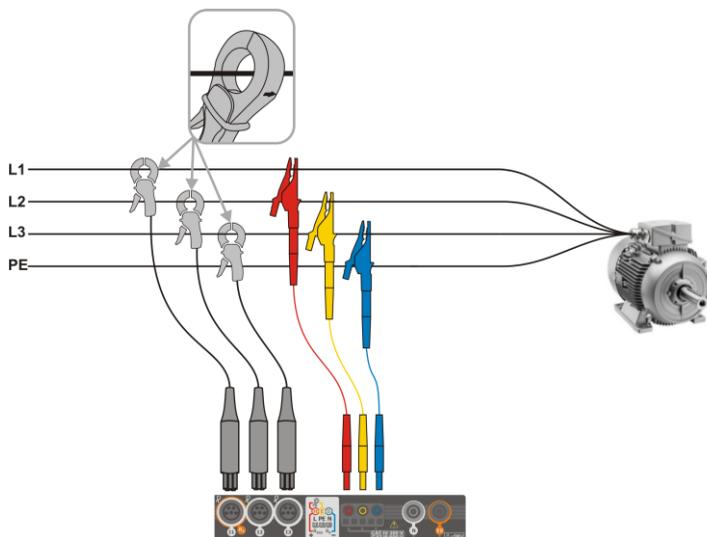
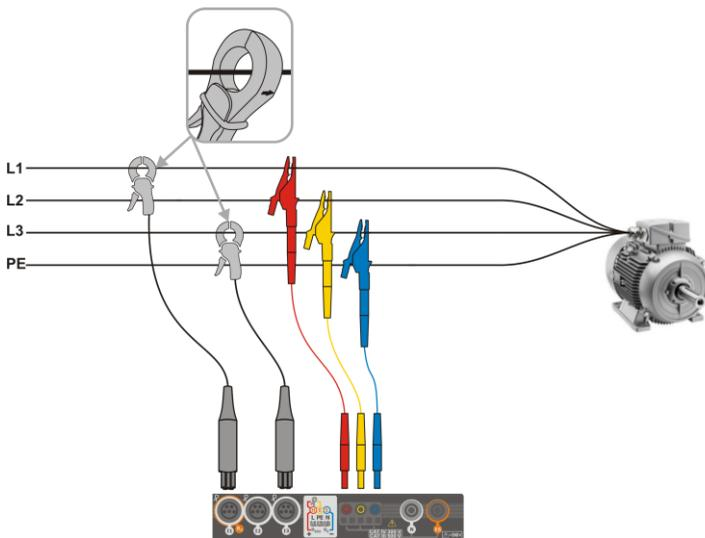

Fig. 5.6 Schema di collegamento – trifase a 3 fili
Fig. 5.7 Schema di collegamento – trifase a 3 fili (tramite metodo Aron)
- trifase a 3-fili (Fig. 5.6, Fig. 5.7).
Nei sistemi AC a tre fili (senza neutro), la corrente può essere misurata con il metodo Aron (Fig. 5.7), che utilizza 2 sole pinze per la misura delle correnti I_{L1} e I_{L3} . La corrente I_{L2} è quindi calcolata tramite la seguente formula matematica: